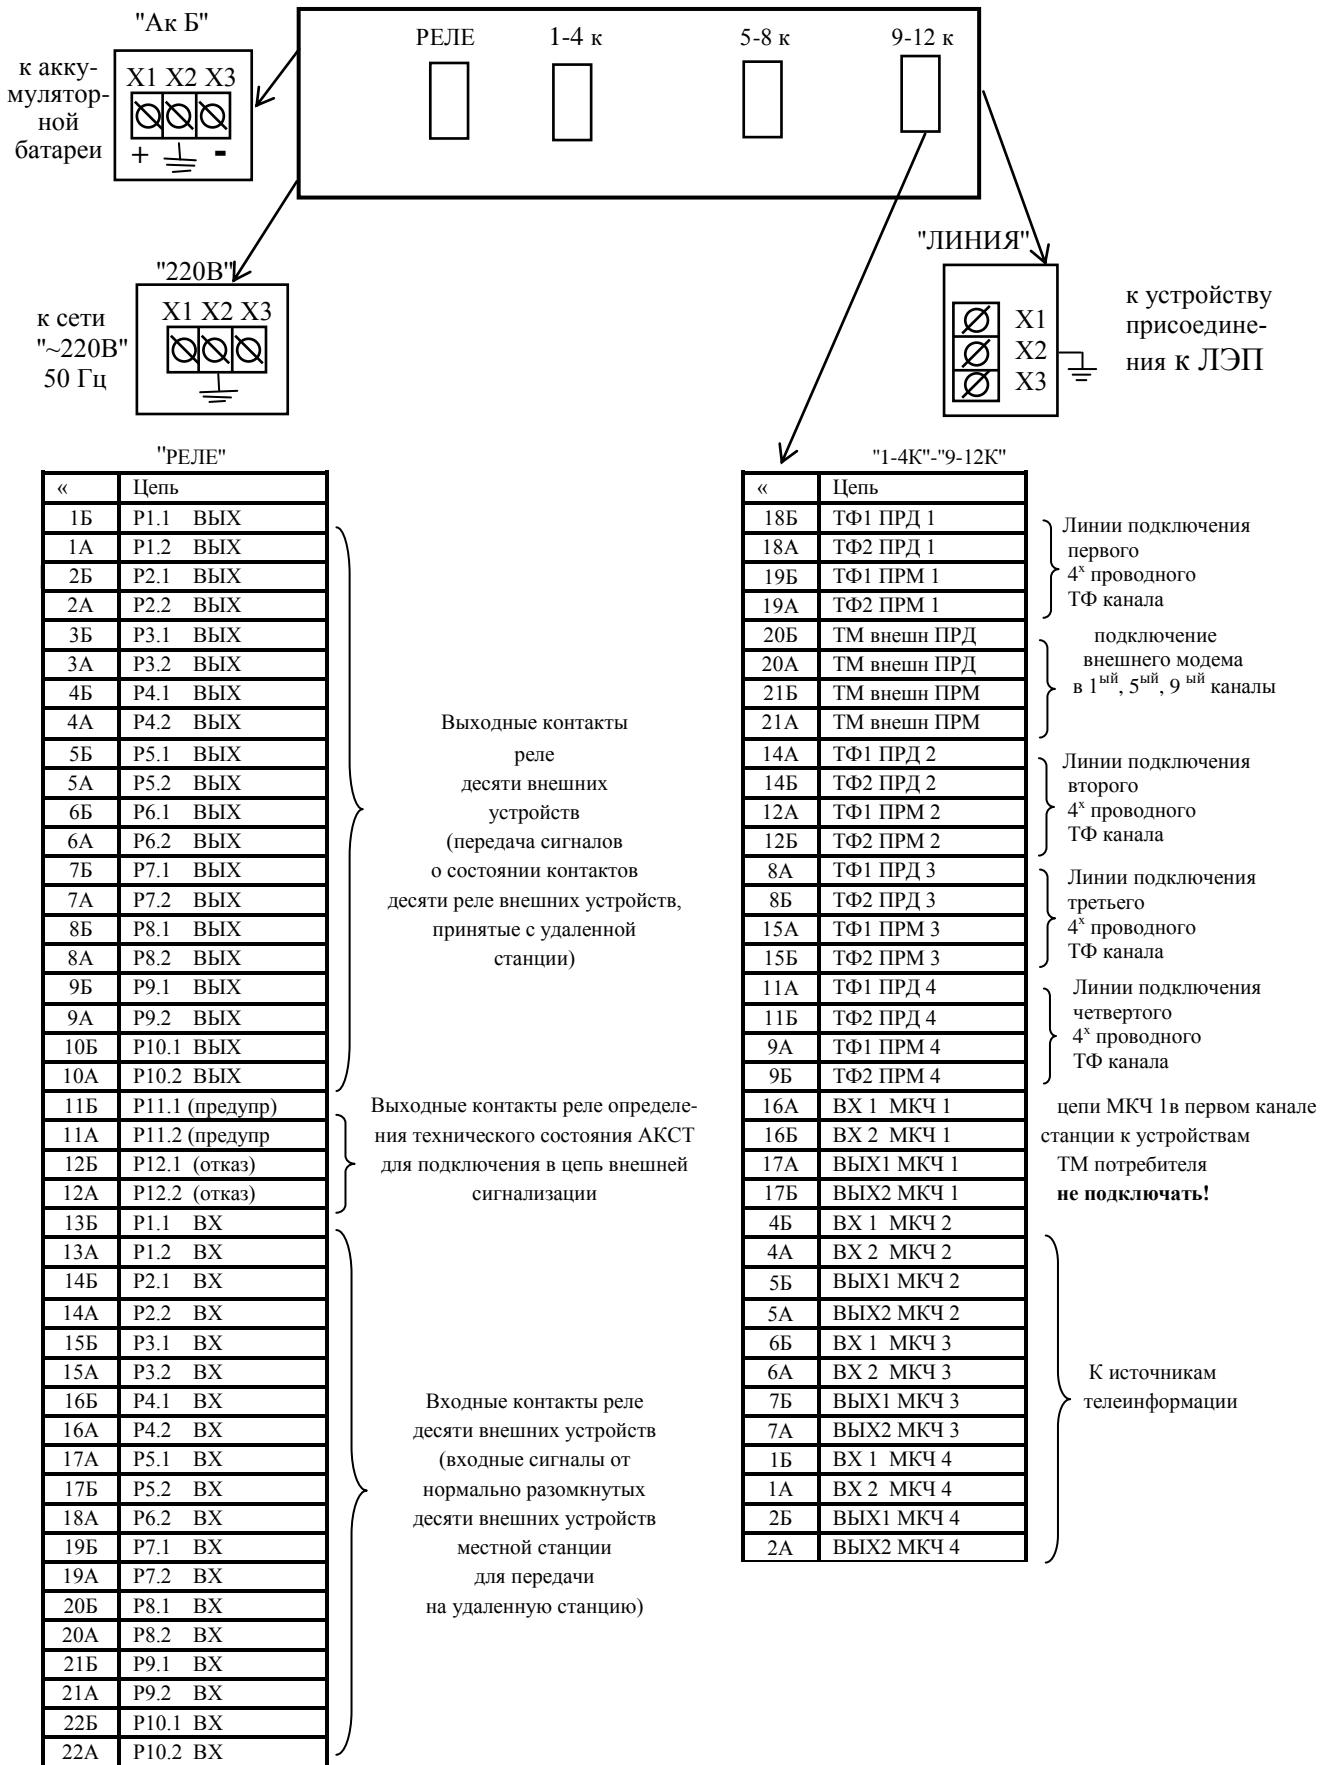

Рисунок 2
3.6 Снимите "фальш – панель" и верхнюю крышку шкафов станций. В каждом шкафу подключите линию питания ~220В к колодке соединительной, отмеченной знаком " ~220В"  $\frac{1}{\equiv}$ , аккумуляторную батарею к колодке соединительной "Ак Б". Обе розетки расположены около вводной панели слева. Потенциальные жилы проводов подключайте к крайним контактам X1 и X3 колодок, провод заземления - к среднему контакту X2 (см. рисунок 2).
Линию связи АКСТ с устройством подключения к ЛЭП выполните коаксиальным кабелем типа РК-75 с диаметром внутренней жилы не более 2 мм. Для его подключения около вводной панели справа имеется колодка соединительная с тремя контактами: X1, X2, X3.(см. рисунок 2)